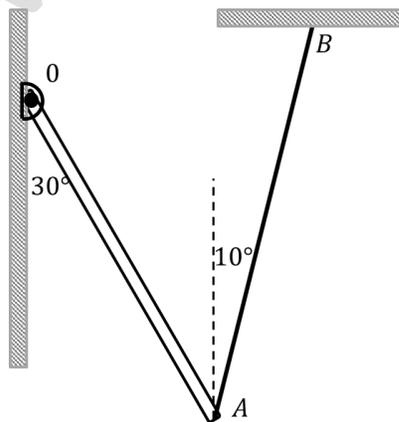

Fig. 4.25.
4.14.- Una barra OA de largo 4 (m) y masa 2 (kg) está soportada en un pasador en O como muestra la Fig. 4.25 y formando un ángulo de 30° respecto de la pared vertical. En el extremo A de la barra se conecta una cuerda AB de largo 6 (m) .